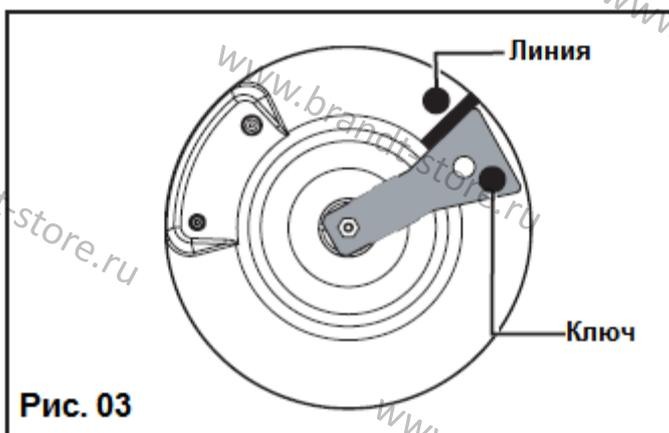

Рис. 03
В существующей системе подключения допускается использовать гибкий шланг со стяжным хомутом (соответствующий стандарту XPD36-110), срок службы которого составляет 5 лет. В этом случае надлежит использовать переходник, а между переходником и патрубком на приборе необходимо установить уплотнительную шайбу (Рис. 03).
- проверните ключ по часовой стрелке таким образом, чтобы линия появилась на другой стороне ключа (Рис. 03).